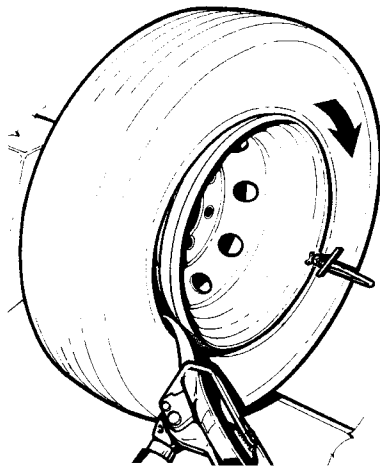

Fig.29
4. Tourner l'arbre dans le sens des aiguilles d'une montre jusqu'à ce que le pneu ne soit complètement monté (Fig.29).